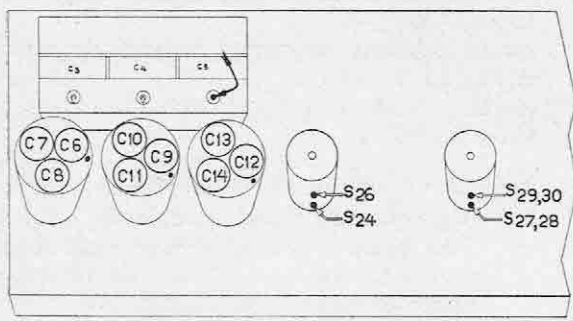

Fig. 4
- Régler les bobines S29 + S30 du quatrième circuit moyenne fréquence sur la sortie maximum. (fig. 4).
- Régler S27 + S28 du 3ème circuit moyenne-fréquence sur la sortie maximum. (fig. 4).
- Régler S26 du 2ème circuit moyenne-fréquence sur la sortie maximum. (fig. 4).
- Régler S24 du 1er circuit moyenne-fréquence sur la sortie maximum (fig. 4).
- Régler sur la puissance de sortie maximum et dans l'ordre suivant: C13, C10 et C7 (fig. 4).
- Débrancher l'oscillateur en court-circuitant C5. (fig. 4).
4. Régler successivement les condensateurs C14, C11, et C8 (fig. 4) sur la puissance de sortie maximum.
7. Débrancher l'oscillateur en court-circuitant C5 (fig. 4).